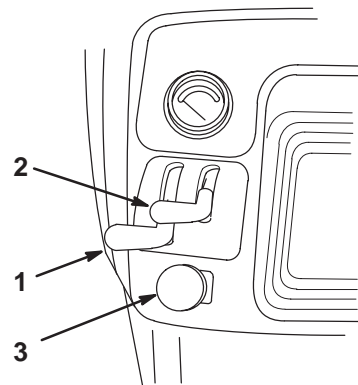

Bild 13
3. Schieben Sie den ZWA-Schalter auf AUS (Bild 13).
4. Stellen Sie den Chokehebel auf EIN (bei kaltem Motor) (Bild 13 und 14).
5. Stellen Sie den Gashebel ungefähr auf den halben Weg in Richtung Schnell (Bild 13 und 14).
8. Schieben Sie, nachdem der Motor angesprungen ist, den Chokehebel langsam auf AUS (Bild 13 und 14).
1. Stellen Sie den Gashebel auf Langsam (Bild 13 und 14).